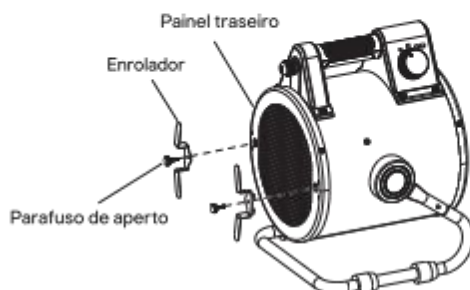

Figura 4
2. Coloque a máquina numa mesa relativamente lisa. Introduza as lamelas das peças de metal do enrolador de cabos nos entalhes verticais e sobreponha cada orifício com os do painel traseiro. Em seguida, aperte as peças com um parafuso de aperto, tal como mostrado na Figura 4.